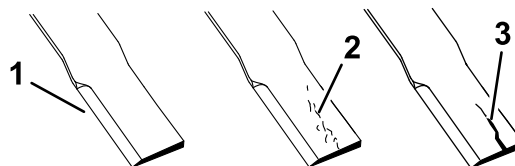

Рисунок 8
1. Осмотрите режущие кромки (Рисунок 8).
4. Устанавливайте новый нож, как только вы заметите любые трещины или следы износа (Рисунок 8).